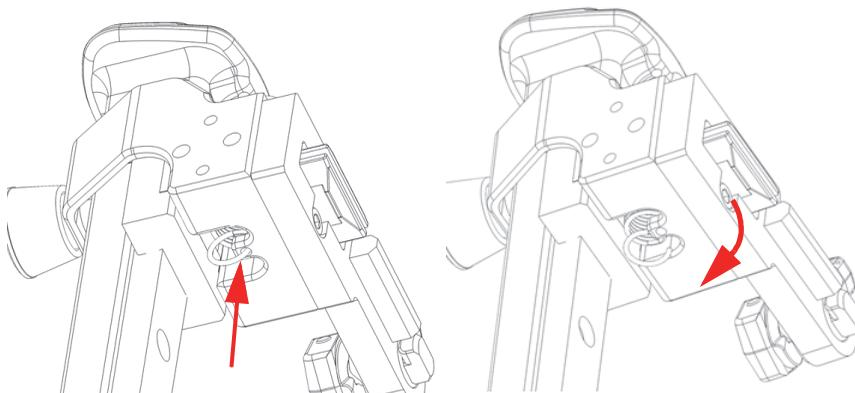

Рис. 2-26 Извлечение пружины из крепежного отверстия
1. Используя «длинноносые» плоскогубцы, извлеките нижнюю часть пружины из отверстия кронштейна подпружиненного рычага (Рис. 2-26 на стр. 66).